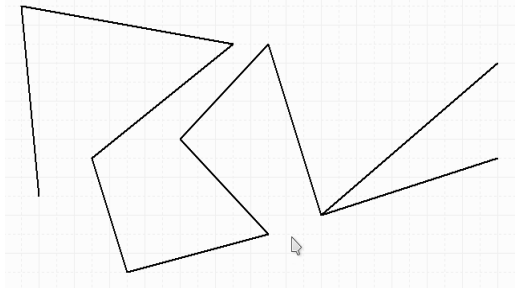

图 4-2-19 在原理图中任意绘制直线
(1) 系统默认直线绘制方向。系统默认的直线绘制方向是任意方向，即在确定直线的起点后，鼠标指针可以在原理图中任意移动以确定直线的终点，如图 4-2-19 所示的几条直线。